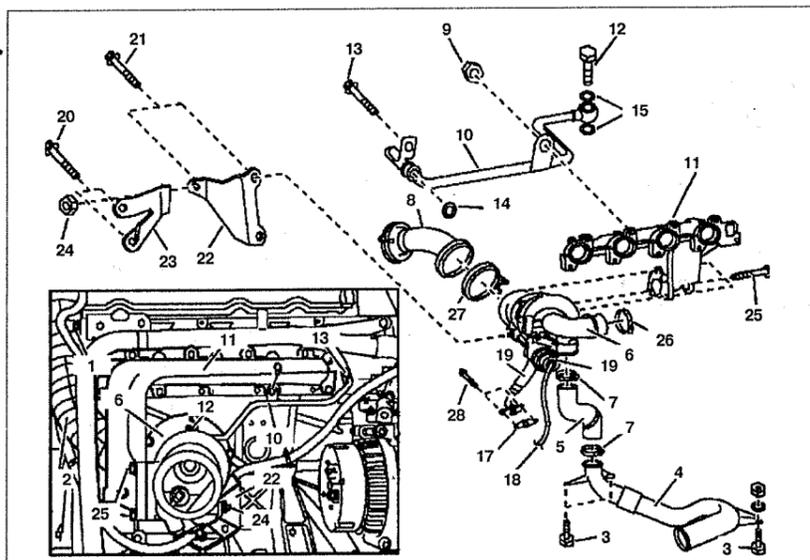

Рис. 5.46. Снятие и установка турбонаддува:
2. Отсоедините хомут крепления трубки подачи сжатого воздуха 4 от интеркулера и отсоедините ее (см. рис. 5.46).